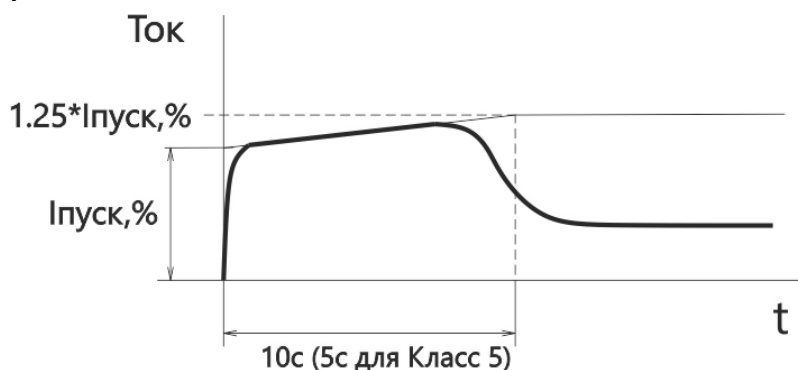

Рисунок 8 Плавный пуск с ограничением тока
1.9.2 Для предотвращения затягивания пуска при изменении нагрузки предусмотрено постепенное нарастание пускового тока до значения $1.25 \cdot \text{Ипуск}$. Период нарастания устанавливается в зависимости от настройки потенциометра «*Защита ЭД*». Для настройки «*Класс 5*» время ramпы составляет 5 секунд, для остальных значений – 10 секунд. См. рис.8.